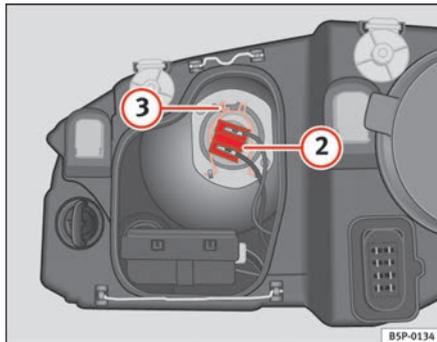

Fig. 165 Luz de cruce
- Extraiga el conector ⇒ fig. 165 ② de la lámpara.
- Desenganche el resorte retentor ⇒ fig. 165 ③ presionándolo hacia dentro y a la derecha.